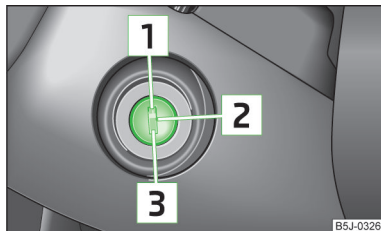

Fig. 102
- Durante la marcha con el motor parado, la llave de contacto ha de estar siempre en la posición  » *fig. 102 de la página 105* (encendido conectado). Esta posición se indica encendiéndose los testigos. Si no es así, podría producirse inesperadamente el bloqueo de la dirección. ¡Existe peligro de accidente!
- El motor de arranque sólo se debe accionar estando parados el motor y el vehículo. Si se acciona el motor de arranque con el motor en marcha  » *fig. 102 de la página 105*, puede resultar dañado el motor de arranque o el motor del vehículo.
Motores de gasolina » fig. 102
Motores diésel » fig. 102
Si la **dirección está bloqueada** y no se puede girar la llave de contacto a la posición **2** » fig. 102 o resulta muy difícil, se debe mover ligeramente el volante hacia los lados para liberar el bloqueo de la dirección.
- Conecte el encendido **2** » fig. 102 de la página 105.
Para el motor girando la llave de contacto a la posición **1** » fig. 102 de la página 105.